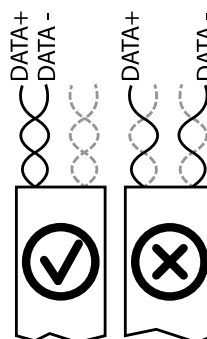

Figura 14: Atribuição dos pares de fios torcidos
- Para a ligação de DATA+ e DATA-, observar o emparelhamento dos fios (ver Figura 14 na página 26)